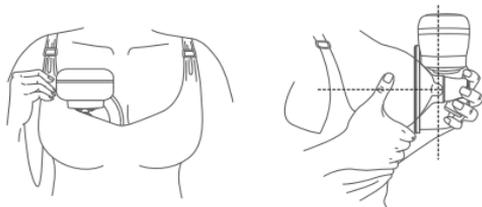

Рисунок 8.
6.3. Снимите защитную крышку (1, рис.1) и плотно приложите силиконовую накладку (2, рис.1) к груди таким образом, чтобы сосок находился точно по центру накладки и основного держателя (10, рис.1). Это позволит обеспечить герметичность и комфорт при сцеживании (рис.8).